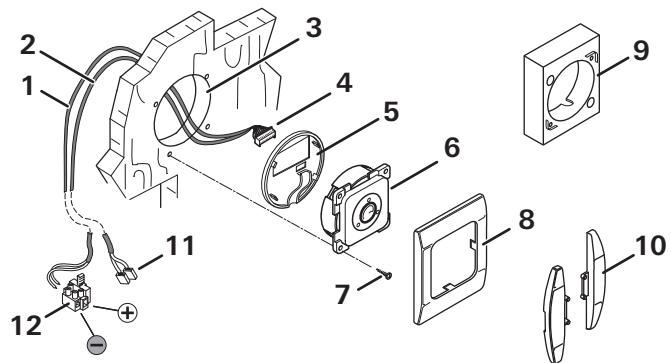

Bild 3
- ▶ Montera manöverenheten (Bild 3) på en lämplig och väl synlig plats.
- ❶ Anslutningskabelns längd är 6 m. Vid behov kan en förlängningskabel på 5 m levereras (artikelnummer 34300-01).